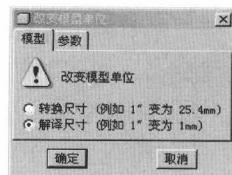

图 1.15
② 然后在“单位制”选项卡中选择“毫米牛顿秒 (mmNs)”。
③ 接着单击【设置】按钮，弹出【改变模型单位】对话框，如图 1.15 所示。选择【解释尺寸(例如 1" 变为 1mm)】单选按钮，如图 1.15 所示。